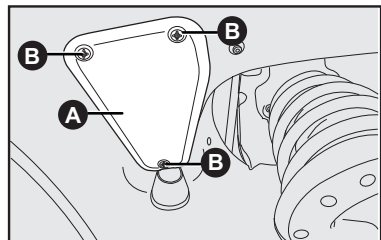

fig. 19
- Sacar los tornillos **B-fig. 19**, ubicados en el revestimiento del vano de la rueda;
- Recolocar la tapa **A-fig. 19** en el revestimiento del vano de la rueda delantera.